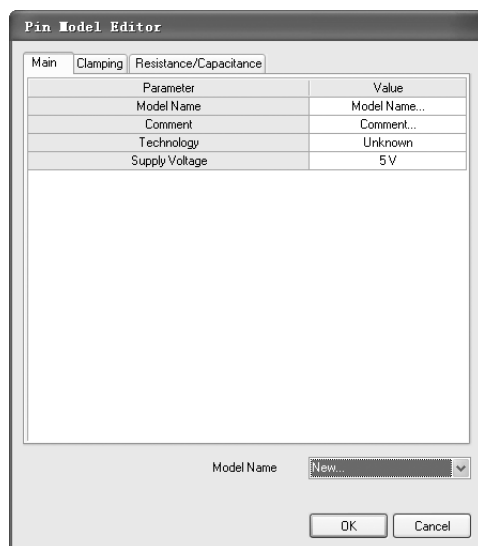

图 13-17 引脚模型编辑器
1) 在“Signal Integrity Model”（信号完整性模型）对话框中，单击“Add/Edit Model”（添加/编辑模型）按钮，系统将弹出相应的引脚模型编辑器，如图 13-17 所示。